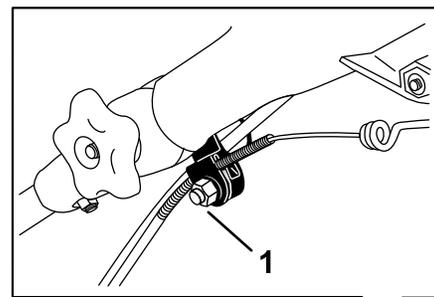

Figura 42
1. Allentate il dado sul serrafilo per cavi (Figura 42).